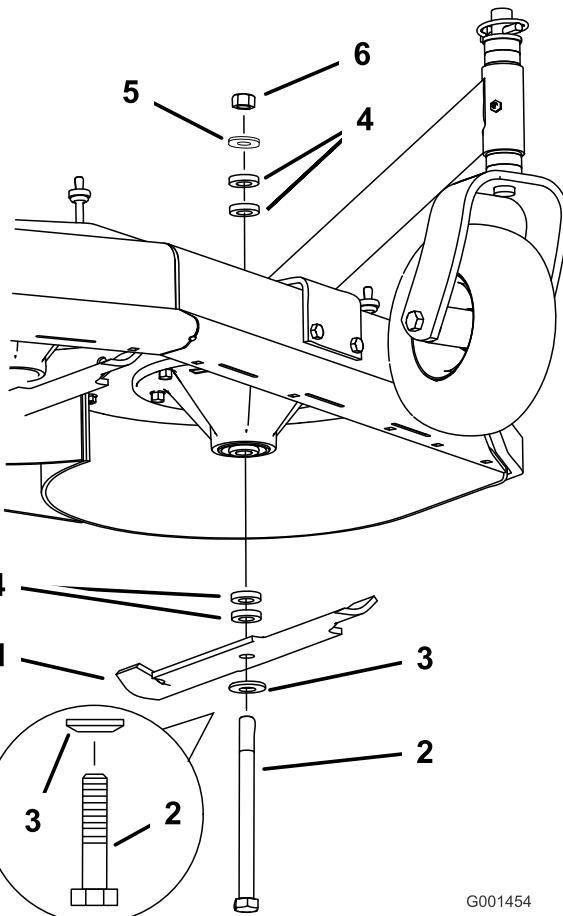

Figure 15
4. Maintenez le boulon de lame et retirez l'écrou. Insérez le boulon dans le pivot et changez les entretoises selon les besoins (Figure 15).
5. Posez le boulon, la rondelle bombéé, la lame et ajoutez des entretoises et fixez-les avec une rondelle mince et un écrou (Figure 15).